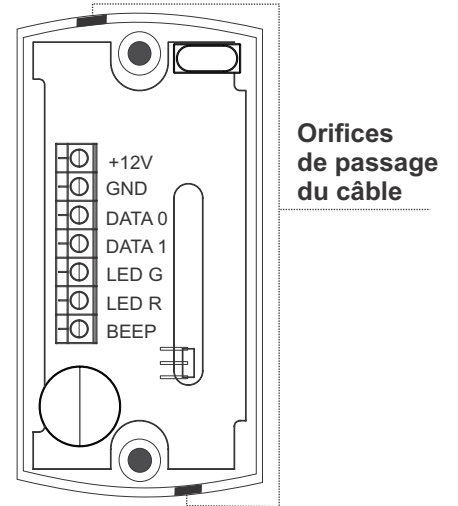

Fig. 3
3. Retirer la fine languette sur le côté où doit passer le câble (Fig. 3), et insérer le câble. Lorsque le lecteur est sous tension, la LED rouge s'allume.